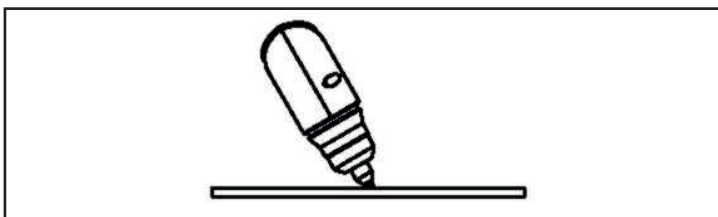

Рисунок 17
- При прокалывании ручной горелкой слегка наклоните горелку. Рис. 17